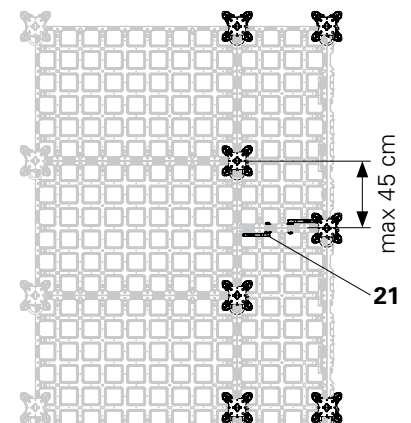

Fig. D3.05b
- i due pannelli sono uniti nel giunto corto con 2 connettori DUO (21). (Fig. D3.05b)